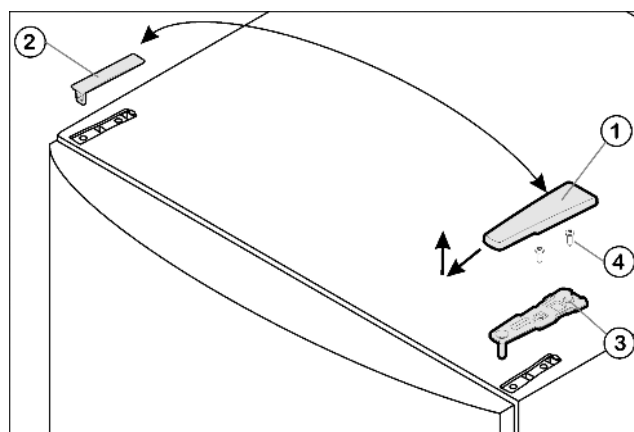

Fig. 4
- Afdekking Fig. 4 (1) naar voren en boven wegtrekken.
- Afdekking Fig. 4 (2) eraf nemen.
- Bovenste lagerbus Fig. 4 (3) losschroeven (2 maal Torx® 25) Fig. 4 (4) en naar boven eraf trekken.
- ▶ Plaats de bovenste lagerbus Fig. 4 (3) aan de nieuwe scharnierkant in de deur.
- ▶ Bovenste lagerbus goed (met 4 Nm) vastschroeven (2 maal Torx® 25) Fig. 4 (4). Steek de schroefgaten indien nodig voor of gebruik de accuschroevendraaier.
- ▶ Afdekking Fig. 4 (1) en afdekking Fig. 4 (2) elk op de tegenoverliggende zijde van buiten aanbrengen en vastklikken.